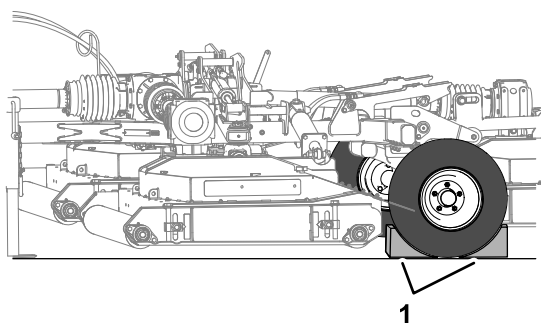

Figura 24
7. Calce ambos os pneus do cortador (Figura 24).